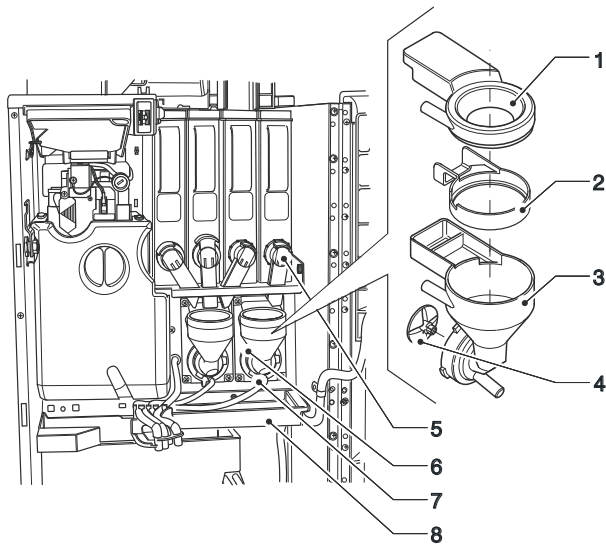

Рис. 8
- Снимите (см. Рис. 8) форсунку для порошка, конвейеры для воды, насыпные воронки и вентиляторы двигателя с миксеров;